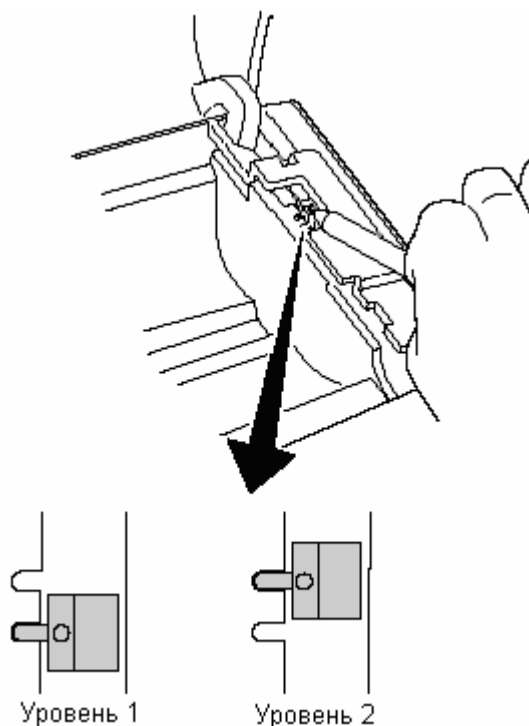

Рисунок 7.11 - Установка датчика конца ленты
7.5.4 Установить наконечник стержня авторучки или другой подобный инструмент в отверстии механизма настройки датчика, а затем перевести рычажок механизма настройки в нужное положение (Рисунок 7.11). После изменения режима настройки следует удостовериться, что расположение отверстия механизма настройки соответствует позиции, указанной стрелкой.